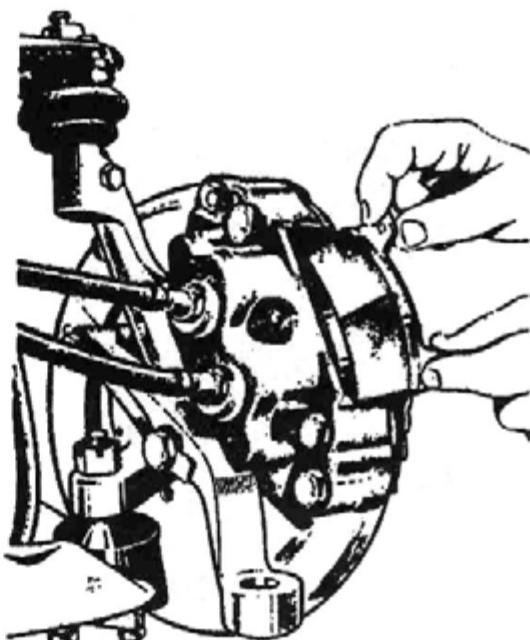

Рис. 245. Установка и снятие колодки дискового тормоза
3. Поставьте новые колодки (рис. 245), установите шпильки.